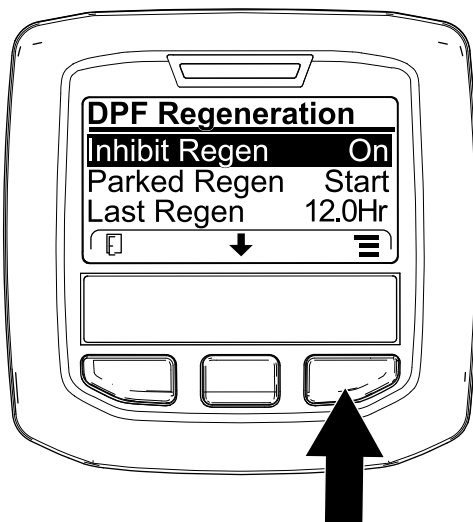
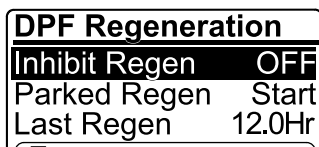

Figura 38
Figura 39
1. Aceda ao menu Regeneração do DPF, prima o botão central para ir até à opção INIBIR REGENERAÇÃO e prima o botão direito para selecionar a entrada Inibir regeneração (Figura 38).
2. Prima o botão direito para alterar a definição da Inibição da regeneração de Ligar para Desligar (Figura 38) ou de Desligar para Ligar (Figura 39).